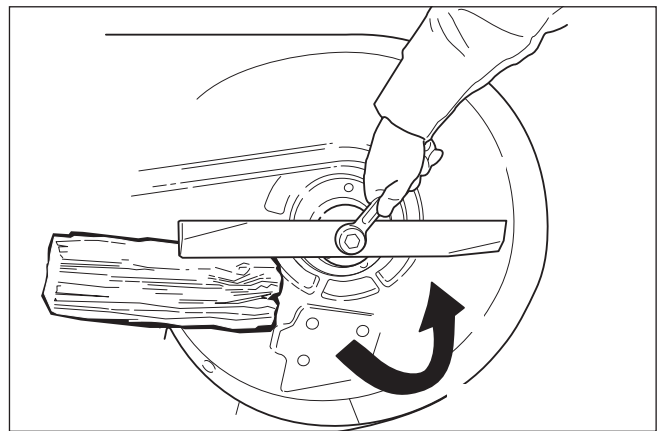

Figura 26. Aflojamiento de las cuchillas del cortacésped para el retiro
1. Para retirar las cuchillas del cortacésped, use una llave de 1" en las partes planas del eje y retire el perno de montaje de las cuchillas del cortacésped con una llave de 15/16" (Figura 26).